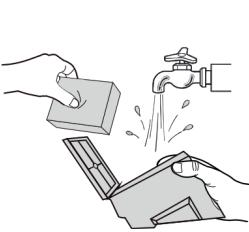
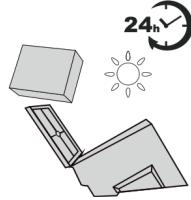

Fig. 32
Fig. 33
- Lave o compartimento do filtro e o filtro de esponja com água limpa (Fig. 32), deixe secar o tempo indicado (Fig. 33) e volte a colocá-lo no reservatório depois de seco.